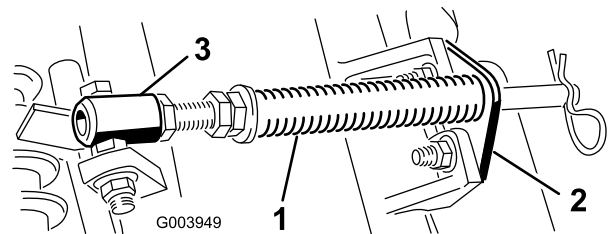

图5
- A. 拆下把杆支架固定到滚刀组凸耳上的 2 个车身螺栓和螺母 (图5)。
- B. 拆下将弹簧管栓固定到承载架凸耳 (图5) 上的凸缘螺母。拆下组件。